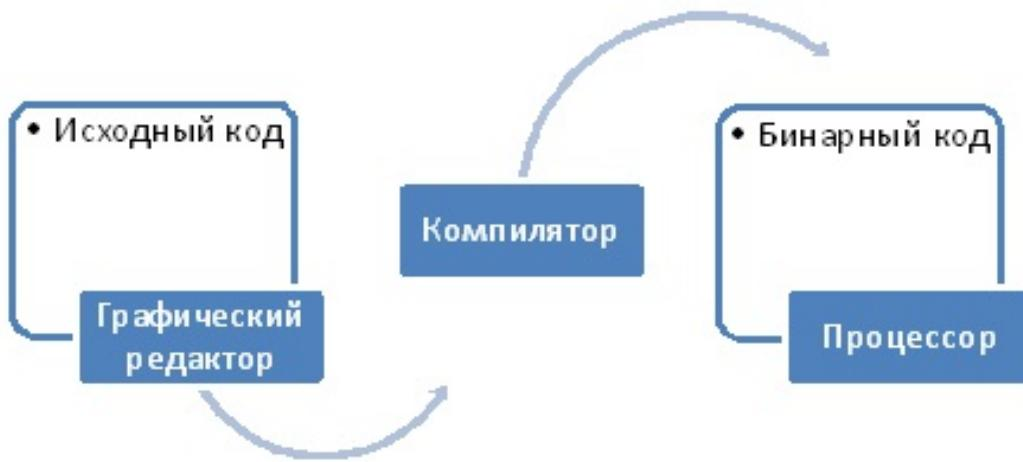

Рис. 9.1: Принципиальная блок схема работы компилятора.
Сама программа пишется во встроенным текстовом редакторе, который имеет вид, представленный на рис. 9.1. Кроме самого редактора (1), есть два удобных вспомогательных окна: (2) окно вывода информации о компиляции (errors, warnings, и т.д., т.е. проблемы, возникшие у компилятора при переводе программы на понятный машине язык) и (3) окно быстрой справки по функционалу библиотеки. В нем описаны шапки стандартных функций и переменных, а так же есть ссылки в локальную справку. При компиляции, отправки кода на робота и запуске его там, не разрывая соединения с компьютером, это окно заменится на окно отладки (debugconsole).